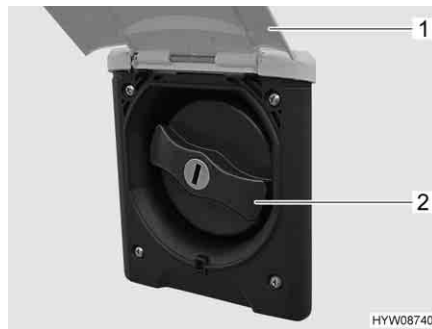

Fig. 108 Coperchio per bocchettone di riempimento dell'acqua potabile
- Sollevare lo sportello esterno (Fig. 108,1).
- Ruotare il coperchio blu (Fig. 108,2) di un quarto di giro.